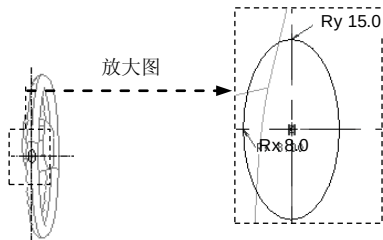

图 4.4.47 扫描截面草图
Step13. 创建图 4.4.46 所示的扫描特征 3。单击 **模型** 功能选项卡 **形状** 区域中的 **扫描** 按钮，在图形区选取 **草绘 3** 为扫描轨迹，在操控板中单击“创建或编辑扫描截面”按钮 ，绘制图 4.4.47 所示的扫描截面草图，单击  按钮，完成扫描特征 3 的创建。